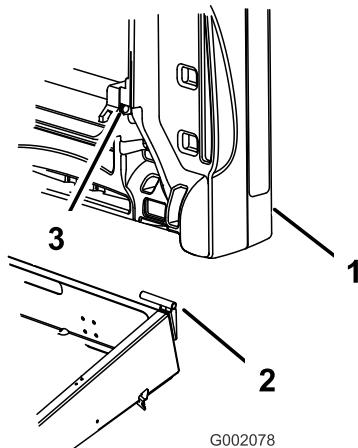

Figura 9
3. Posizionate il foro di montaggio del cassone sulla staffa orientabile (Figura 9).